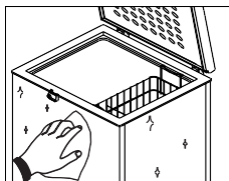

Fig. 16
• Si hay residuos de agua o alimentos, saque todos los accesorios y limpie el aparato usando un paño suave, humedecido con agua al clima y una pequeña cantidad de detergente líquido neutro (o con bicarbonato disuelto en agua 1 cucharadita por litro de agua). Enjuague perfectamente y seque. Ver Fig. 16